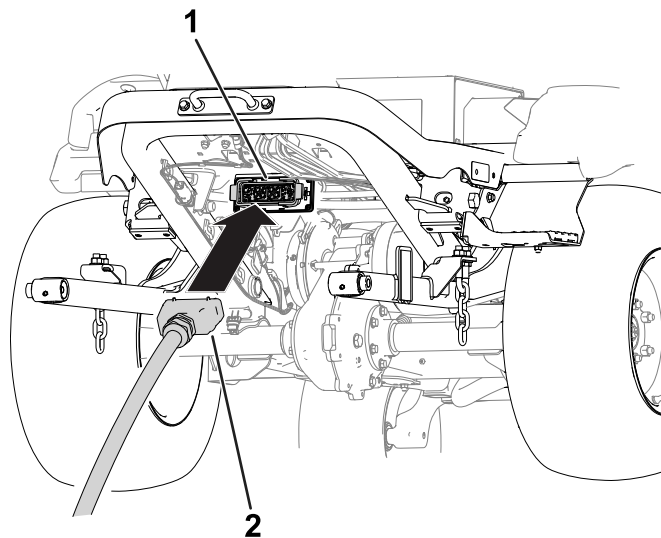

Figura 5
7. Introduceți conectorul unității de tăiere la conectorul mainii (Figura 5).